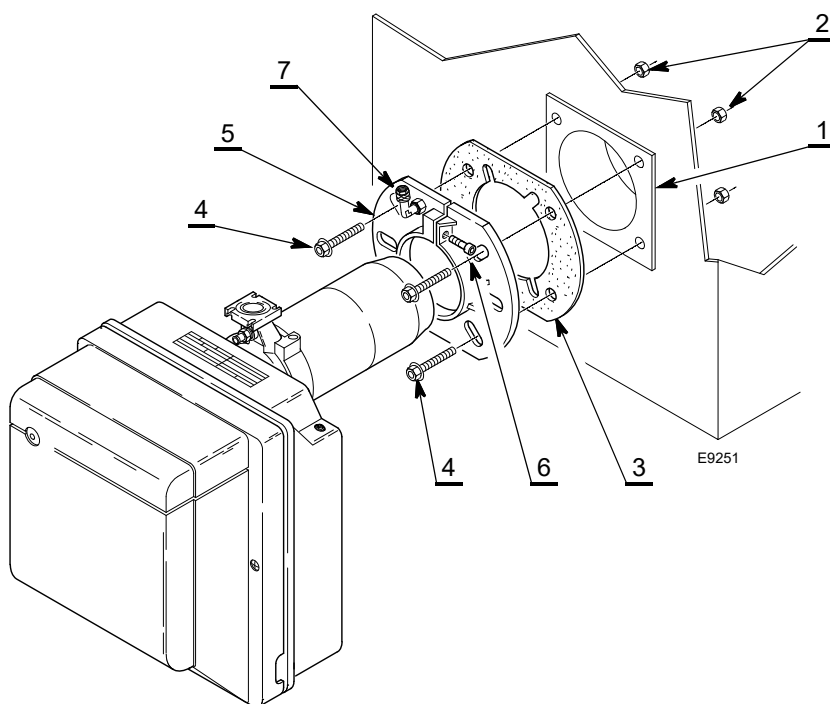

Fig. 10
- Montare sulla flangia 5 (Fig. 10) la presa di pressione 7) fornita a corredo del bruciatore.
- Fissare alla portina della caldaia 1) (Fig. 10) la flangia 5) interponendo lo schermo isolante 3) mediante le viti 4) e (se necessario) i dadi 2), ma tenendo allentata una delle due viti superiori 4).